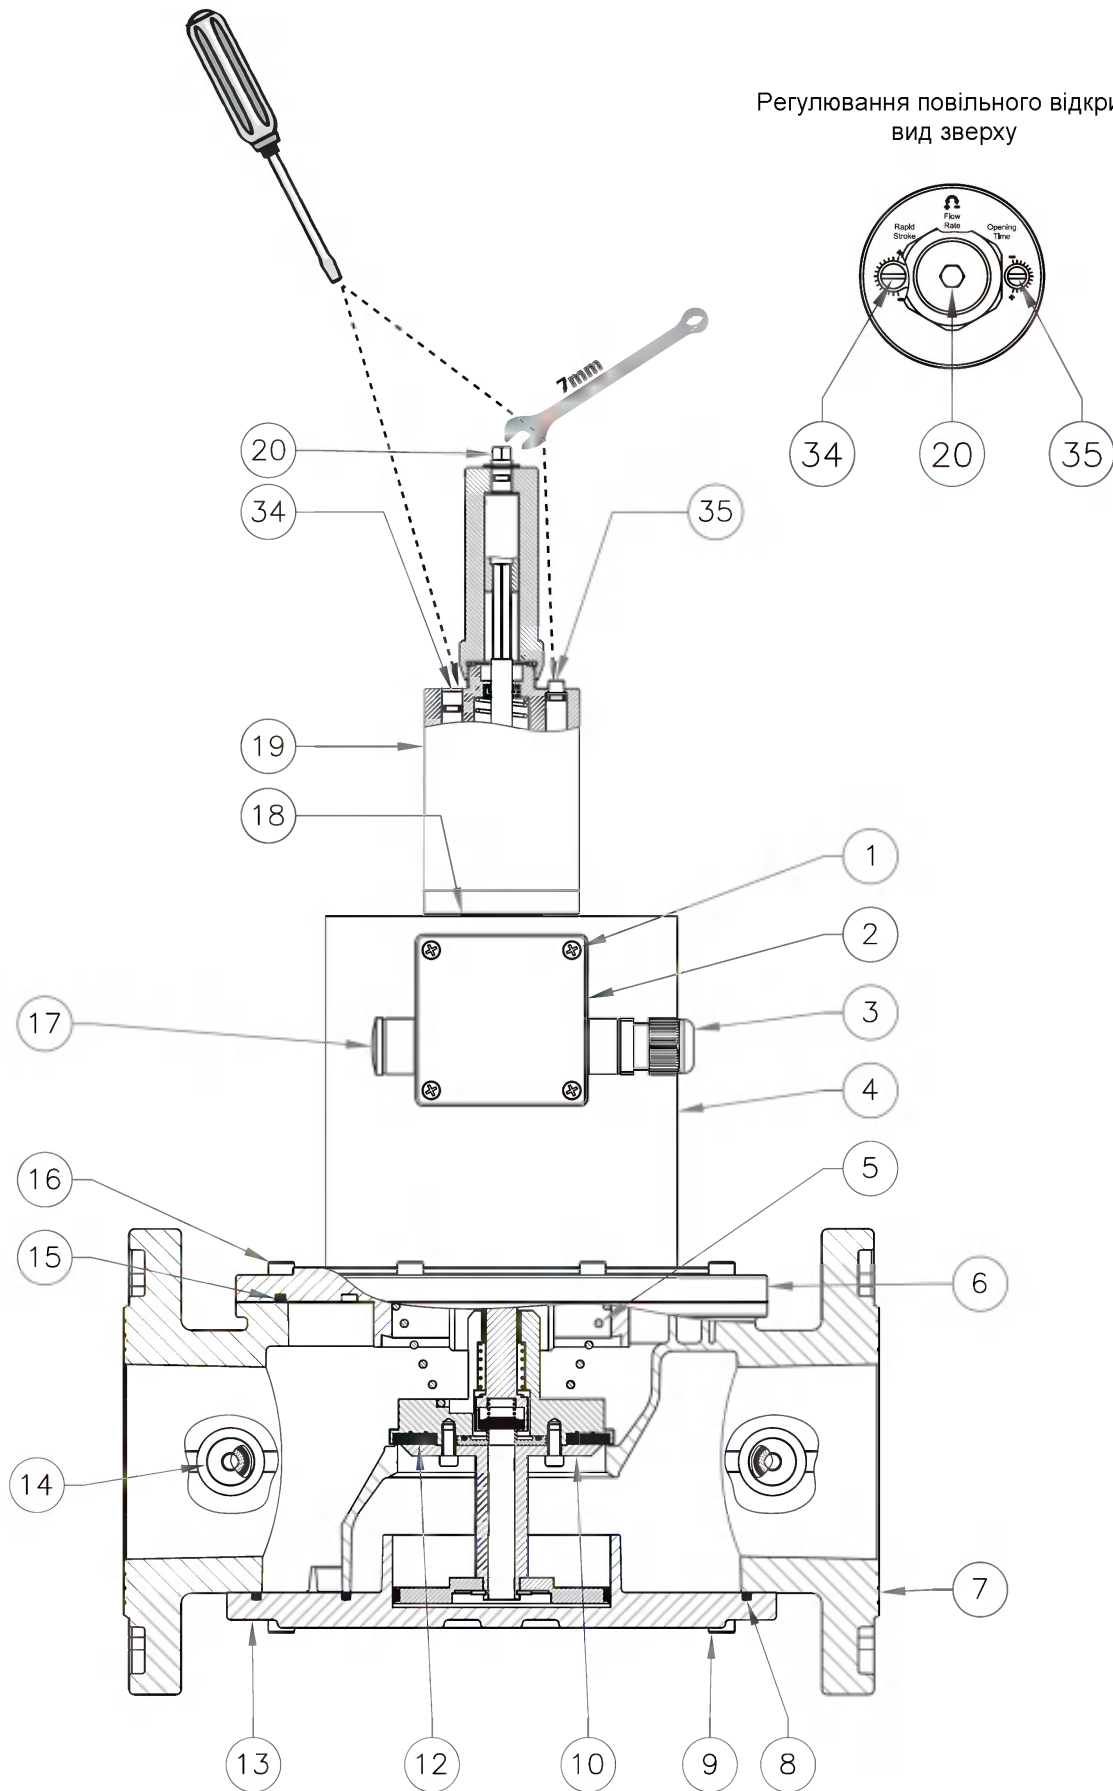

Рис. 6
6.2 ПІДКЛЮЧЕННЯ ІНДИКАТОРА ЗАКРИТОГО ПОЛОЖЕННЯ ТА КАЛІБРУВАННЯ (Рис. 6, Рис. 7)